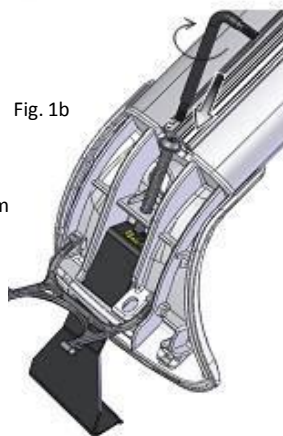

Fig. 1b
4. Utiliser la clé en "L" fournie pour insérer les boulons dans les écrous à cage. (Fig. 1b) Le « L » clé est situé à l'intérieur de l'appui.